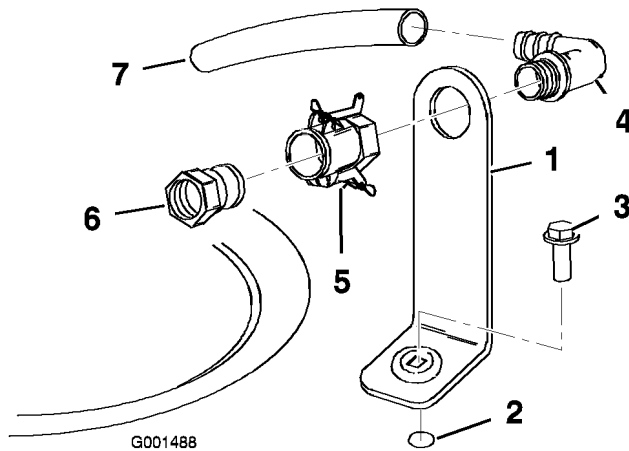

Figura 3
1. Posate la staffa del recipiente di riempimento sopra il foro filettato nel serbatoio, e fissatela con un bullone dalla testa flangiata (5/16 x 3/4 poll.) (Figura 3).
2. Mettete l'estremità filettata del raccordo a 90° attraverso la staffa ed infilatevi il giunto ad accoppiamento rapido, fissandolo alla staffa (Figura 3).
3. Montate l'adattatore del flessibile nel giunto ad accoppiamento rapido (Figura 3).
4. Bloccate l'adattatore facendo oscillare le leve verso di esso, quindi fissatele con le coppiglie a forcina (Figura 3).
5. Montate il flessibile di non ritorno sull'estremità dentellata del raccordo del gomito di 90 gradi (Figura 3).